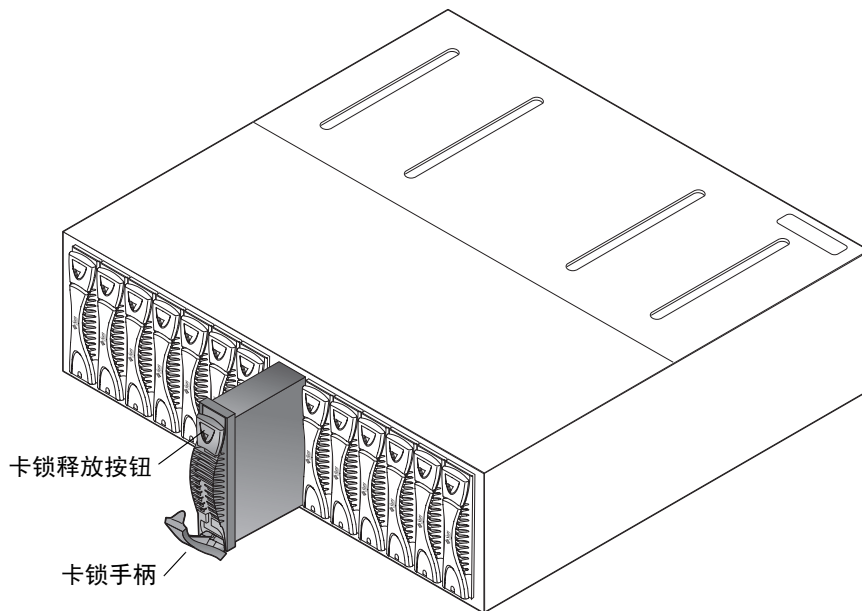

图 6-8 拆卸磁盘驱动器
3. 按下卡锁释放按钮，打开驱动器的卡锁手柄（图 6-8）。